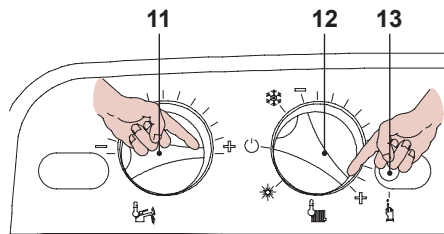

Fig. 7.1
- Ruotare il selettore di funzione 12 come in Fig. 7.1.
- Ruotare la manopola di temperatura sanitari 11 al massimo come in Fig. 7.1.